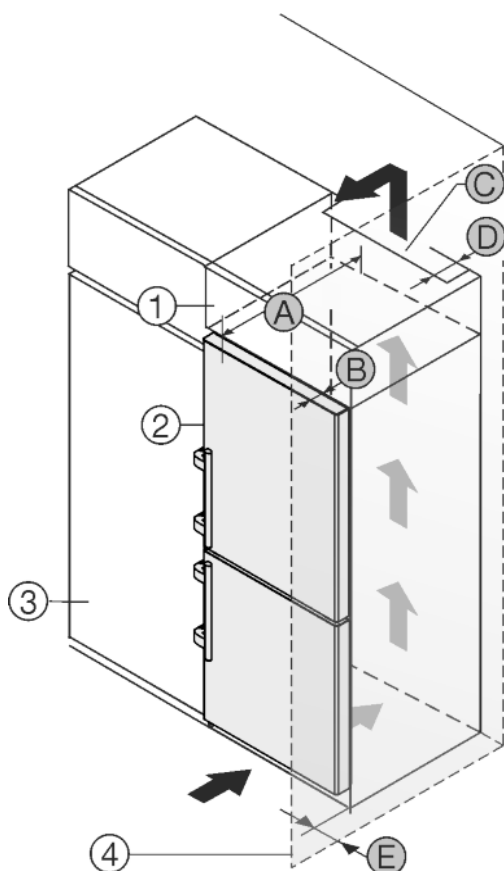

Fig. 25
Ierīci var iebūvēt virtuves skapjos. Lai salāgotu ierīci Fig. 25 (2) ar nišas augstumu, virs tās var ierīkot uzliekamu skapīti Fig. 25 (1).
Ierīci var uzstādīt tieši blakus virtuves skapim Fig. 25 (3). Lai varētu pilnīgi atvērt durvis, ierīcei jābūt izvirzītai par dziļumu Fig. 25 (B) attiecībā pret virtuves skapja priekšdaļu. Atkarībā no virtuves skapju dziļuma un sienas spraišu izmantošanas ierīce var būt vairāk izvirzīta.
- Uzliekamā skapīša aizmugurē ir jābūt ventilācijas spragai ar dziļumu Fig. 25 (D) visa uzliekamā skapīša platumā.
- Zem telpas grieztiem jāievēro ventilācijas šķērsgriezums Fig. 25 (C).
Ja ierīce ar šarnīriem tiek uzstādīta blakus sienai Fig. 25 (4), jāievēro attālums Fig. 25 (E) starp ierīci un sienu. Tas atbilst atlikušajam attālumam līdz rokturim pie atvērtām durvīm.